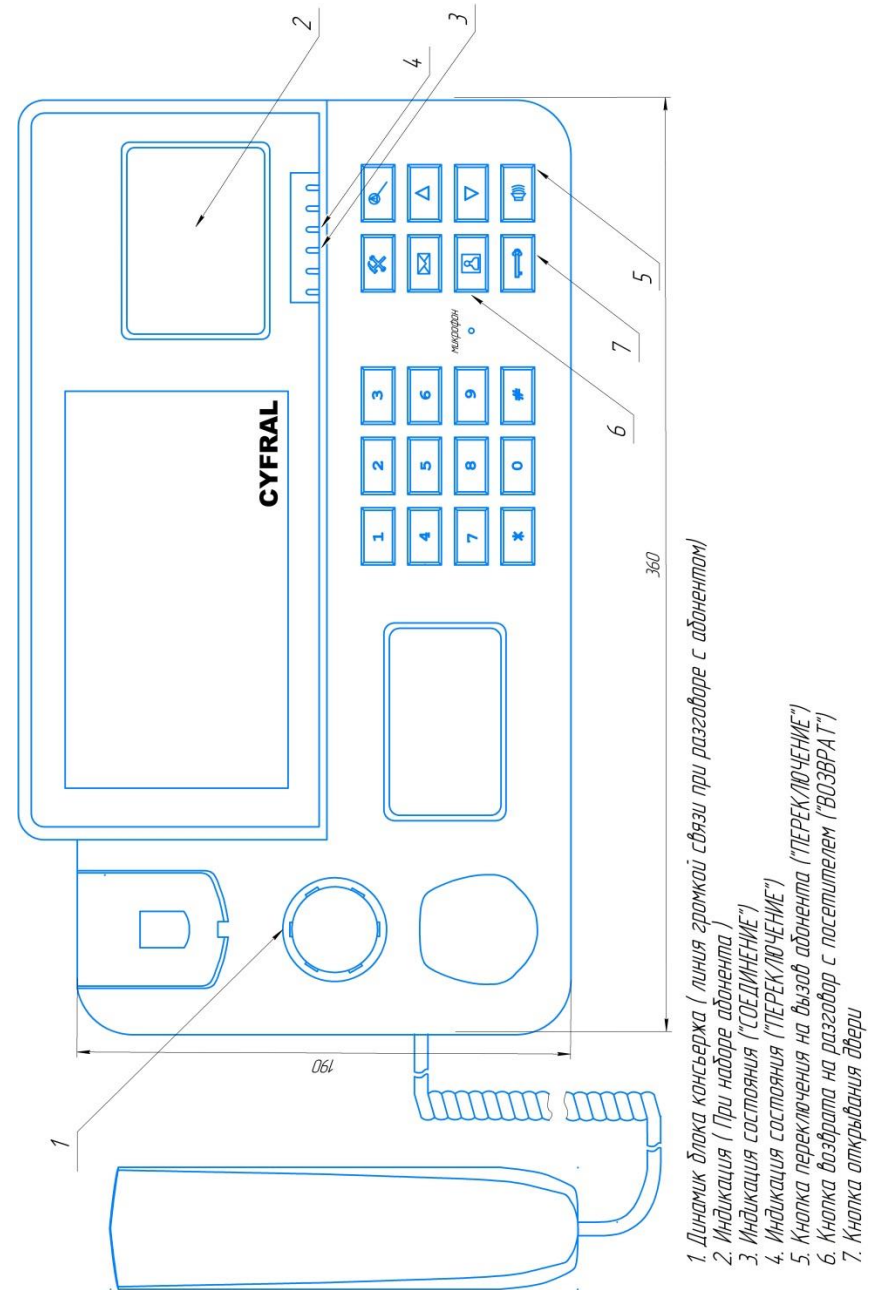

Рис. 3 Габаритные размеры устройства
| 1. Блок консьержа БК-04 (Приложение Б, стр.7, рис. 3) | 1 шт |
Для осуществления двухсторонней связи с посетителем необходимо снять трубку блока (не позднее четвертого сигнала вызова). После поднятия трубки связь с абонентом установлена. Консьерж может поговорить с посетителем, в случае необходимости открыть дверь, нажав на соответствующую кнопку (7) блока консьержа (Приложение Б, стр.7, рис. 3) . После завершения разговора трубку БК-04 необходимо уложить на корпус блока.*
- 3) После разговора с абонентом нажать кнопку «ВОЗВРАТ» (6) на блоке, при этом гаснет светодиод «ПЕРЕКЛЮЧЕНИЕ» и отключается связь с абонентом, возобновляется режим двухсторонней связи с посетителем, после чего консьерж, в случае необходимости может открыть дверь (Приложение Б, стр.7, рис. 3).